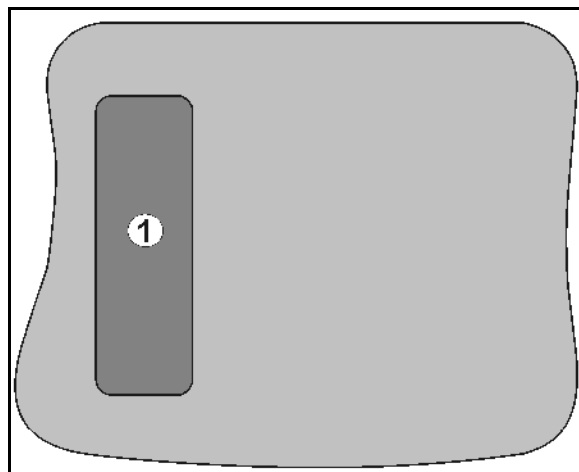

Fig. 8
- På enhetens baksida finns en shift-knapp  (Fig. 8/1).